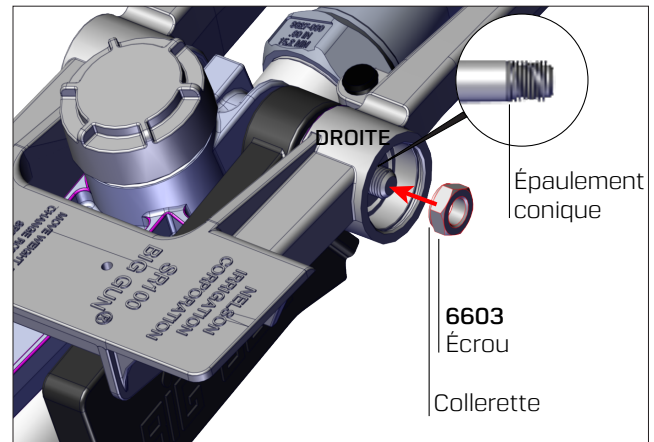

Fig. 21.
- E. Installez l'écrou n° **6603** sur l'arbre avec la face de la collerette de l'écrou orientée vers l'épaulement conique de l'arbre (voir Fig. 21). Serrez l'écrou à 25 ft-lbs (34 N-m).